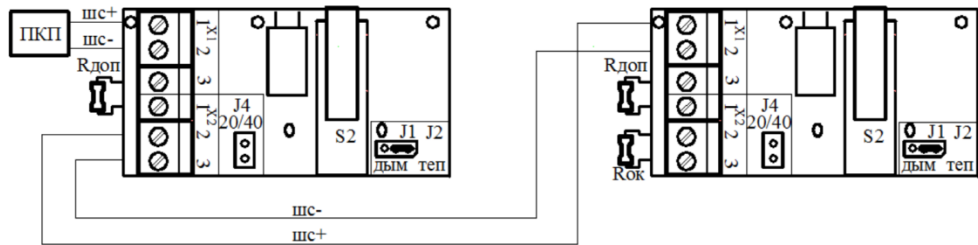

Рисунок 2
1) схема 1 – имитация работы теплового извещателя с нормально-замкнутым контактом. Сигнализация осуществляется путём увеличения внутреннего сопротивления извещателя (рисунок 2);